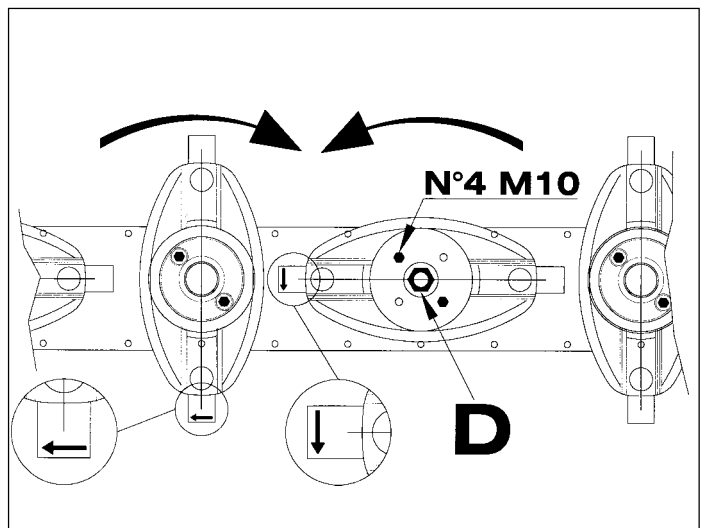

Abb. 17
Die ovalen Scheiben werden mit einer selbstbremsenden Spezialschraube befestigt und mit einer Federscheibe und einer Mutter M10 blockiert. Sie sind so auszurichten, dass die längere Achse jeder Scheibe rechtwinklig zu der daneben liegenden Scheibe steht (Abb. 17).
- * Die Scheiben weisen ein zu großes Spiel auf —> Sicherstellen, dass sie korrekt angezogen sind, und daher das Anzugsmoment der selbstsperrenden Mutter D Abb. 17 (18 kgm = 180 Nm) prüfen, die sich unter der Scheibenabdeckung befindet.